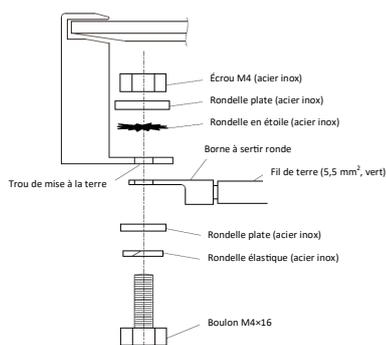

Figure 6. Méthode de mise à la terre
- Utilisez un fil de mise à la terre (vert) de 5,5 mm² ou plus pour vous assurer que tous les modules sont bien mis à la terre selon la méthode présentée dans la Figure 6.